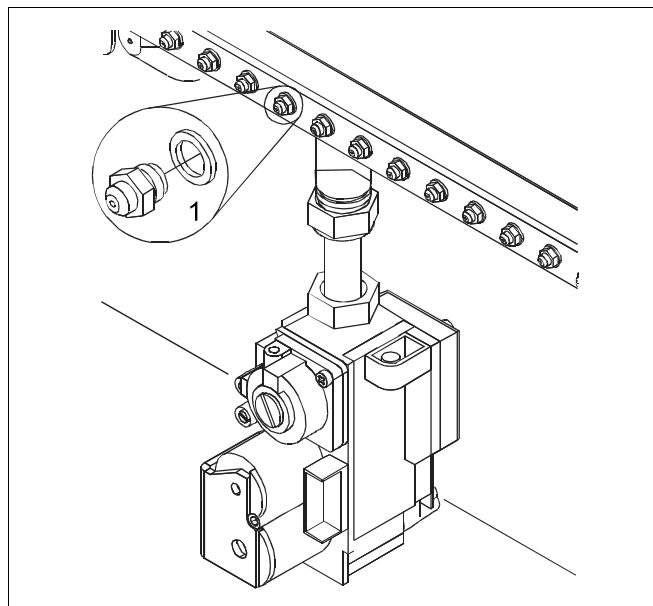

Рис. 45 Замена форсунок
- Демонтировать форсунки (рис. 45, **поз. 1**) горелки и установить форсунки с нужным диаметром, который соответствует новому виду газа (глава 7, стр. 43).